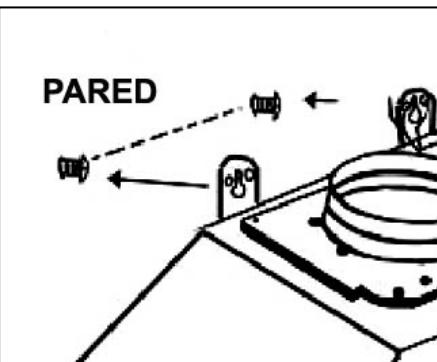

Figura 5
2. Coloque dos tornillos de montaje en la pared (no incluidos), dejando un espacio de 1/8" desde la pared. (Figura 5)